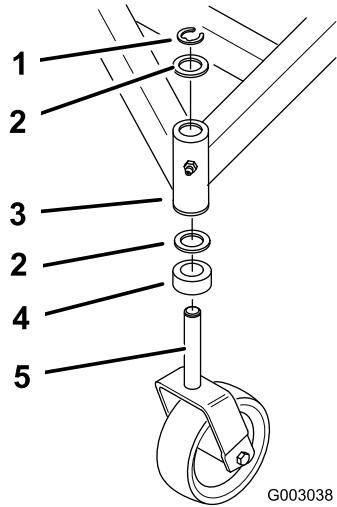

Figura 37
3. Retire el pasador de bloqueo y la(s) arandela(s) de empuje de la parte superior de la horquilla de la rueda giratoria (Figura 37).
9. Inspeccione la horquilla de la rueda giratoria para determinar si está desgastada y cámbiela de ser necesario (Figura 37).
10. Deslice la horquilla a través de los casquillos del tubo de montaje. Cambie los espaciadores de la horquilla y sujetelos con el anillo de retención (Figura 37).